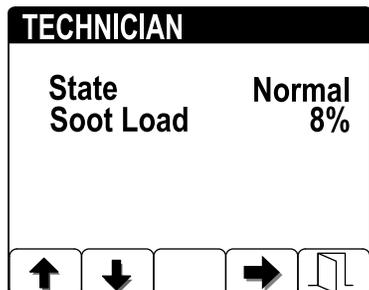

Figura 9
- Verificate il carico di fuliggine misurato come percentuale di fuliggine nel FAP (Figura 9); fate riferimento alla tabella del carico di fuliggine.